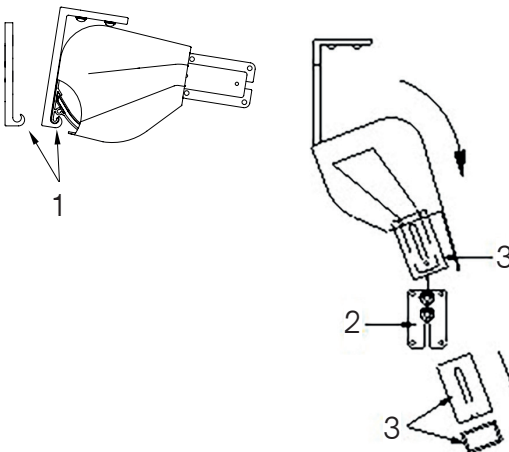

Abb. 11: Montage Markisenkasten
- » Heben Sie mit einer zweiten Person den Markisenkasten gleichmäßig an und steigen Sie auf die Leitern. Hängen Sie den Markisenkasten gerade in die Montagekonsolen ein (1 – Abb. 11).
- » Nehmen Sie die Transportsicherungen (3 – Abb. 11) ab